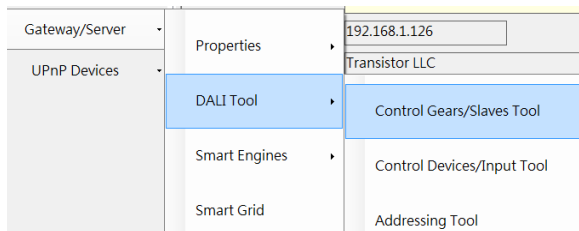
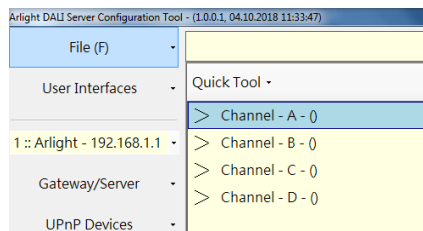

Рис. 6.
Рис. 7
6. Для того, чтобы просканировать шины DALI и обнаружить подключенные исполнительные устройства нажмите Gateway/Server -> DALI Tool -> Control Gears/Slaves Tool (Рис. 6). В окне появится список шин DALI Channel A ... Channel D. (Рис. 7)